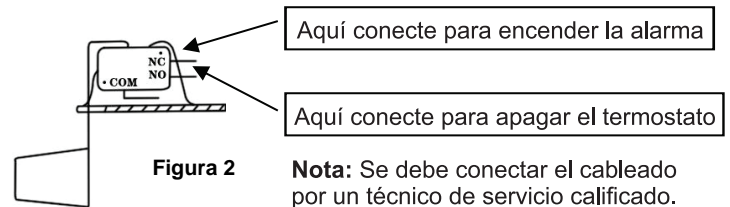

Figura 2
3. Interruptor de seguridad: El interruptor de desbordamiento de seguridad debe conectarse a un circuito de bajo voltaje clase II. Para controlar un circuito termostático las conexiones COM y NO del interruptor de seguridad tienen que estar cableados en series con el de circuito termostático de bajo voltaje para apagar el circuito de calentamiento/AC. Los contactos de los interruptores COM y NC pueden usarse para encender un circuito de alarma de bajo voltaje (conectado en series) si el sistema de calefacción y enfriamiento no pueden ser interrumpidos. El interruptor de seguridad viene de la fábrica con guías conectadas a los terminales COM y NO. La conexión típica de los circuitos "NC" serían (Figura 2 & 3).